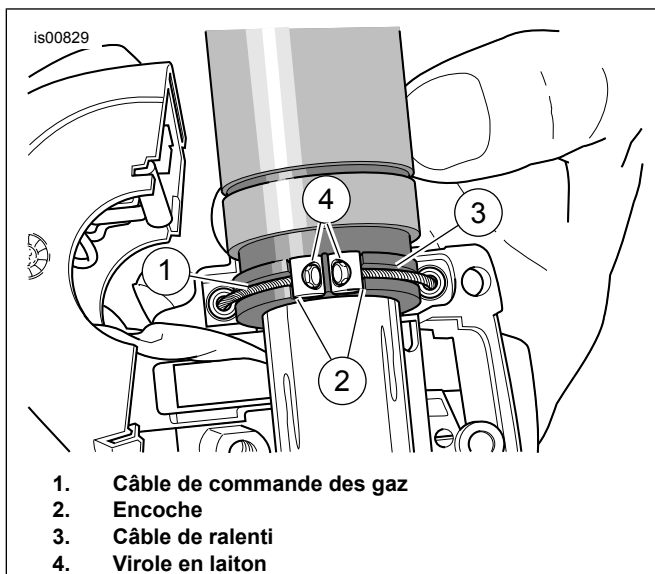

Figure 9. Câbles de commande des gaz/de ralenti
5. Voir Figure 9 . Retirer les viroles en laiton des encoches sur le côté intérieur de la poignée de commande des gaz. Retirer les viroles des raccords d'extrémité de câble.
1. Voir Figure 9 . Enduire légèrement de graphite la poignée de commande des gaz à l'intérieur du boîtier commutateur et à l'extrémité de commande des gaz du guidon.
6. Voir Figure 9 . Positionner le boîtier commutateur inférieur sous la poignée de commande des gaz. Installer deux viroles en laiton (56508-76) du kit sur les câbles en installant les viroles dans leurs encoches respectives sur la poignée de commande des gaz. Les câbles doivent être bien pris dans les rainures moulées sur la poignée.